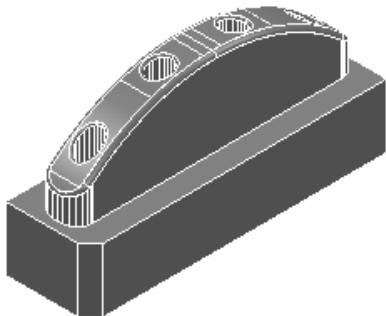

图 2-71 打开范例文件
2) 选择下拉菜单中的“文件”→“范例”命令，弹出“打开范例”对话框，选择“lunkuo.dgk”（“随书光盘:\第2章\exercise2\uncompleted\lunkuo.dgk”）文件，单击“打开”按钮即可，如图 2-71 所示。